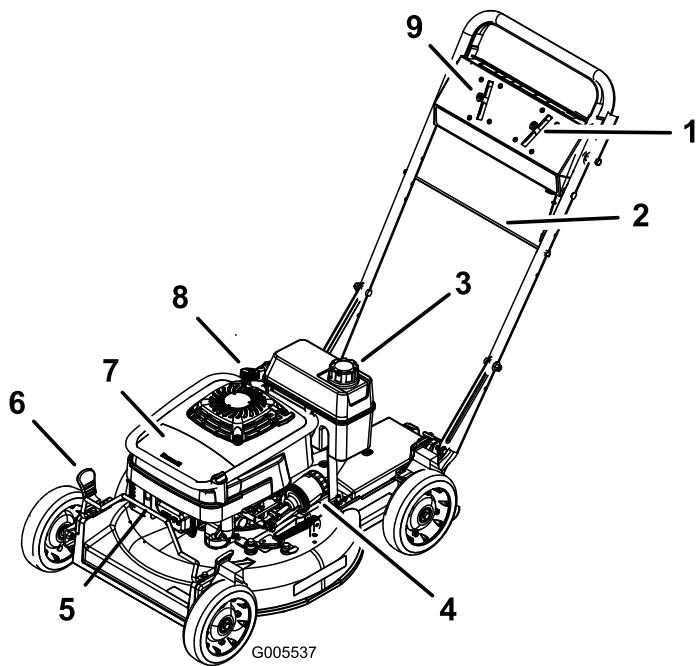

Figura 8
- Mueva el control de velocidad sobre el terreno a la posición de Punto muerto (N) (Figura 8).